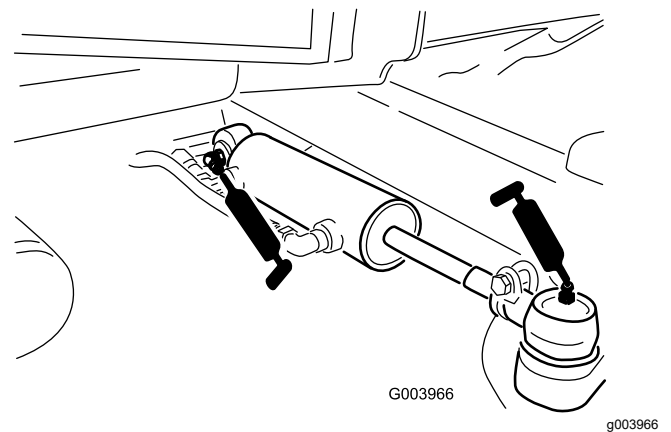

Figura 47
- Rótulas del cilindro de dirección (2) (Figura 47)